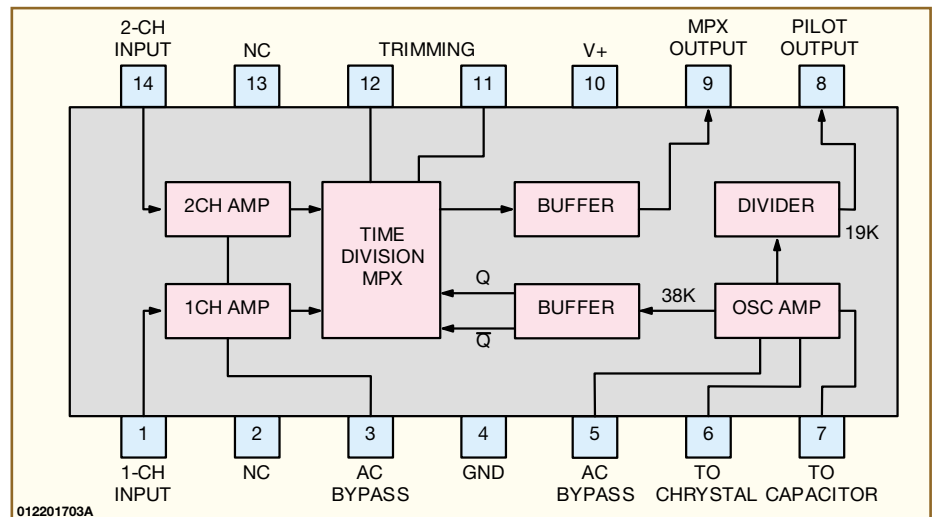
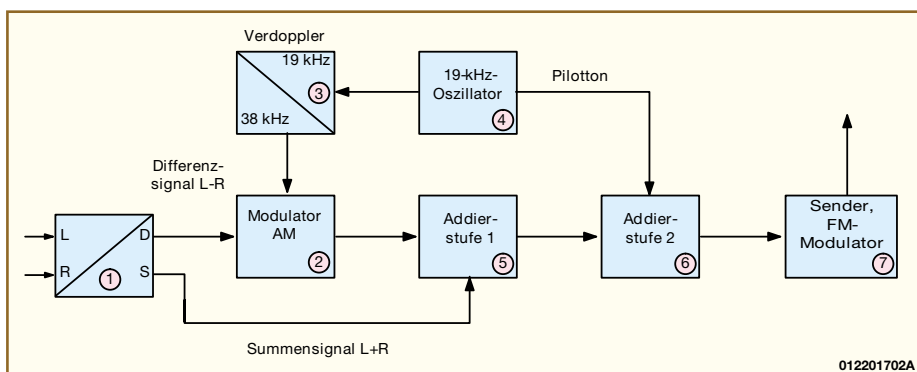

Bild 3: Innenschaltung des NJM 2035
Bild 2: Blockschaltbild des SE 100
Anhand des in Abbildung 2 dargestellten Blockschaltbildes lässt sich die schaltungstechnische Umsetzung nachvollziehen. Linker und rechter Kanal werden zunächst auf eine Matrix (1) geführt, die sowohl das Summensignal L+R als auch das Differenzsignal L-R bildet. Das Differenzsignal gelangt auf den AM-Modulator (2). Das über den Verdoppler (3) in der Frequenz verdoppelte Signal des 19-kHz-Oszillators (4) gelangt als 38-kHz-Träger ebenfalls auf den Modulator. Dessen Ausgangssignal wird in der Addierstufe 1 (5) zum Summensignal L+R addiert. Im nächsten Schaltungsteil Addierstufe 2 (6) wird zu diesem Signal der 19-kHz-Pilotton addiert, wodurch das Multiplexsignal vervollständigt ist. Dieses Signal moduliert den FM-Sender (7).
Alternativ dazu gibt es z. B. von NJRC (New Japan Radio Co. Ltd.) den integrierten Baustein NJM 2035, mit dem sich bei relativ geringem peripheren Schaltungsaufwand ein Stereo-Encoder realisieren lässt. Die wesentlichen Funktionen, wie Matrix, Modulator, 19-kHz-Oszillator und Addierstufe (1), sind hier bereits integriert. Abbildung 3 zeigt die Innenschaltung des NJM 2035. An Pin 1 und Pin 14 werden der rechte und der linke Kanal zugeführt und IC-intern zunächst verstärkt (1CH AMP, 2CH AMP). Entgegen dem Blockschaltbild (Abbildung 2), in dem das Signal eines 19-kHz-Oszillators verdoppelt wird, ist der Oszillator des NJM 2035 (OSC AMP) mit einem 38-kHz-Quarz zu beschalten, dessen Frequenz für die Erzeugung des Pilot-